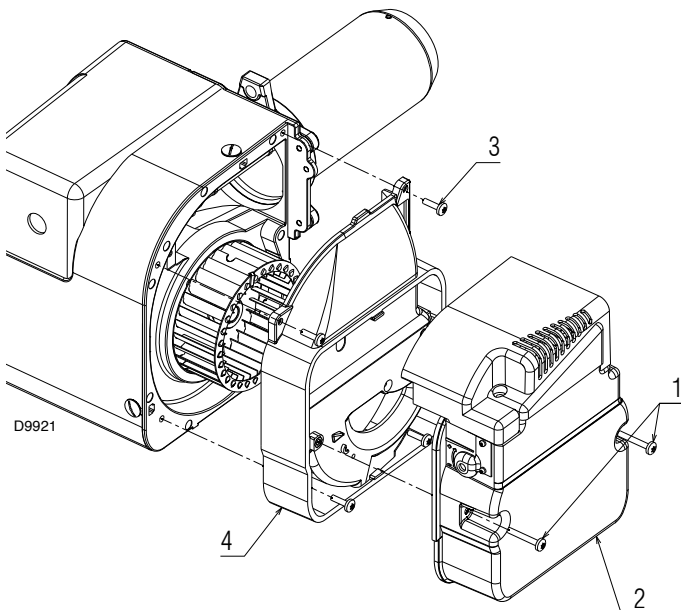

Fig. 23
- afloje los tornillos 1)(Fig. 23) y retire el conjunto de registro de aire 2);